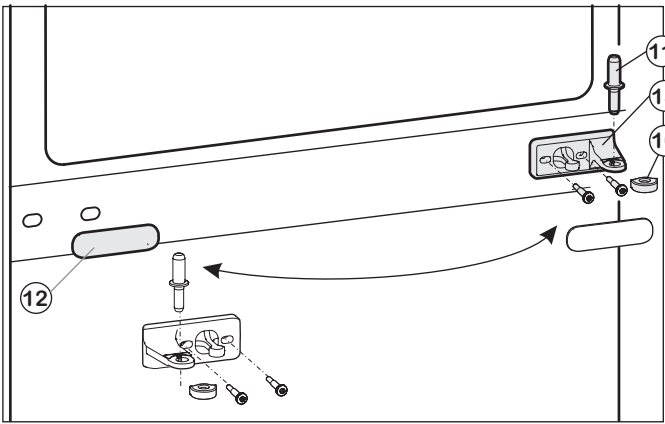
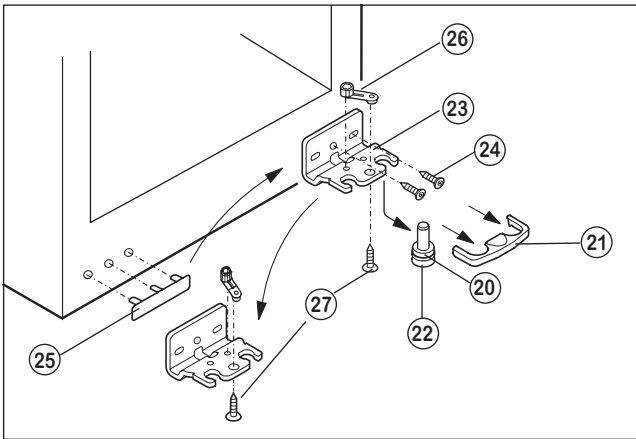

Fig. 2
Fig. 3
- Rimuovere il cappuccio di plastica in fig. 2 (10).
- Estrarre il perno cuscinetto al centro in fig. 2 (11).
- Estrarre la piastra di copertura in fig. 2 (12).
- Svitare il cuscinetto di supporto al centro in fig. 2 (13) e cambiarlo di posizione ruotandolo di 180° nuovo lato della cerniera.
- Incastrare nuovamente la piastra di copertura in fig. 2 (12) sul nuovo lato della maniglia.
- Estrarre la copertura in fig. 3 (21) tirandola in avanti verso il basso.
- Estrarre il perno cuscinetto in fig. 3 (22) verso il basso e in avanti.
Durante l'operazione fare attenzione alla boccola della cerniera in fig. 3 (20).
- Svitare il cuscinetto di supporto in fig. 3 (23) (2 x Torx 25) fig. 3 (24).
- Svitare il pezzo di supporto in fig. 3 (26) (1 x Torx 25) fig. 3 (27) e spostarlo nel foro di alloggiamento dall'altro lato, quindi riavvitare.
- Sollevare e spostare la copertura dal lato della maniglia in fig. 3 (25).
- Riavvitare il cuscinetto di supporto in fig. 3 (23) sul nuovo lato della cerniera, attraverso il foro circolare e il foro rotondo esterni.
- Appoggiare la porta dall'alto sui perni cuscinetto in basso in fig. 3 (22).
- Inserire il perno cuscinetto centrale in fig. 2 (11) sul nuovo lato della cerniera attraverso il cuscinetto di supporto al centro in fig. 2 (13) nella porta inferiore.
- Riappoggiare il cappuccio in plastica in fig. 2 (10) ruotandolo di 180° sul cuscinetto di supporto al centro in fig. 2 (13).
- Posizionare la porta superiore sul perno cuscinetto al centro in fig. 2 (11).
- Eventualmente registrare le porte mediante i due fori longitudinali nel cuscinetto di supporto in basso in fig. 3 (23) e nel cuscinetto di supporto al centro in fig. 2 (13) allineandole al corpo dell'apparecchio, quindi serrare le viti.
- Riapplicare la copertura in fig. 3 (21).